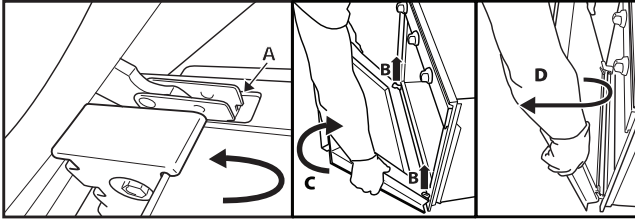

Abb. 2
3. Schließen Sie die Tür bis zum Anschlag (A), heben Sie sie an (B) und drehen Sie sie (C) bis sie aushakt (D) (Abb. 2).